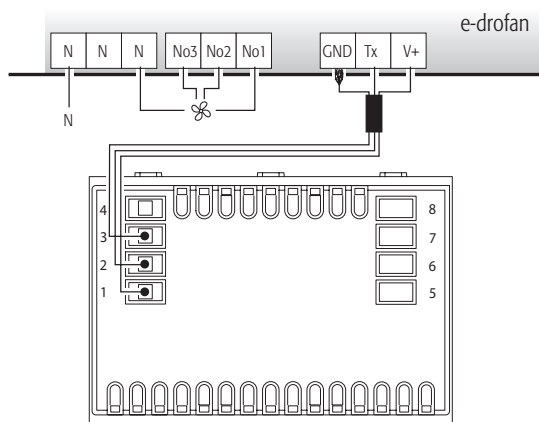

Fig. 3
- Effettuare le connessioni tra il terminale e i conduttori interni al cavo schermato proveniente dall'e-drofan vedi Fig. 3;
- Make the connections between the terminal and the wires in the shielded cable from the e-drofan, see Fig. 3;